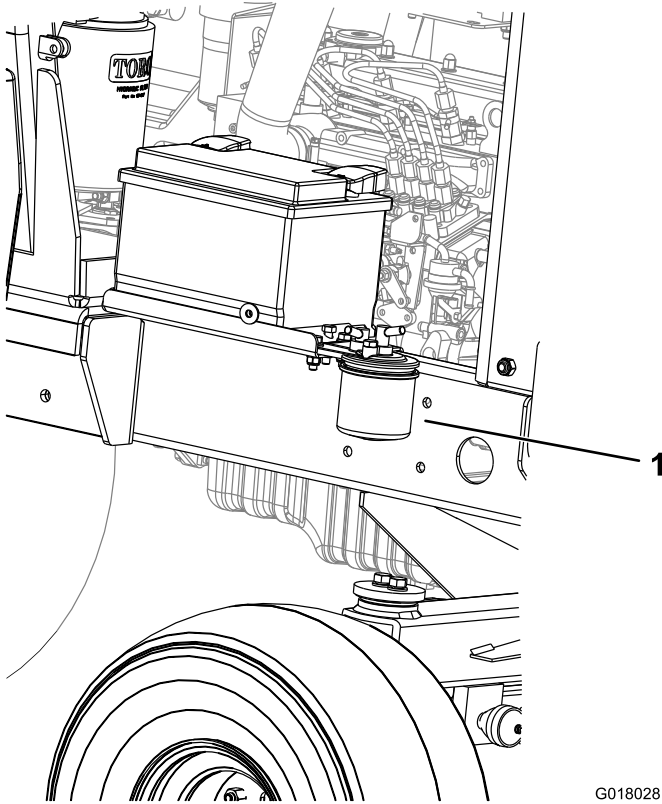

Bild 43
1. Stellen Sie einen sauberen Behälter unter die Kraftstofffilterglocke (Bild 43).